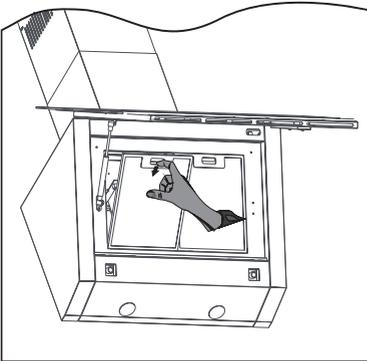

Abb. 9: Metallfettfilter entnehmen, bzw. einsetzen
- Griffleiste des Metallfettfilters nach unten drücken (⇒ Abb. 9).
- Zum Wiedereinsetzen den trockenen Metallfettfilter unten mit den Laschen einsetzen, Griffleiste drücken, Filter nach hinten in den Rahmen einsetzen und Griffleiste loslassen, damit der Filter in den Rahmen einrastet (⇒ Abb. 9).
Um die Aktivkohlefilter einzusetzen, muss zuerst der Metallfettfilter entfernt werden ( $\Leftrightarrow$  Abb.9 + 10).